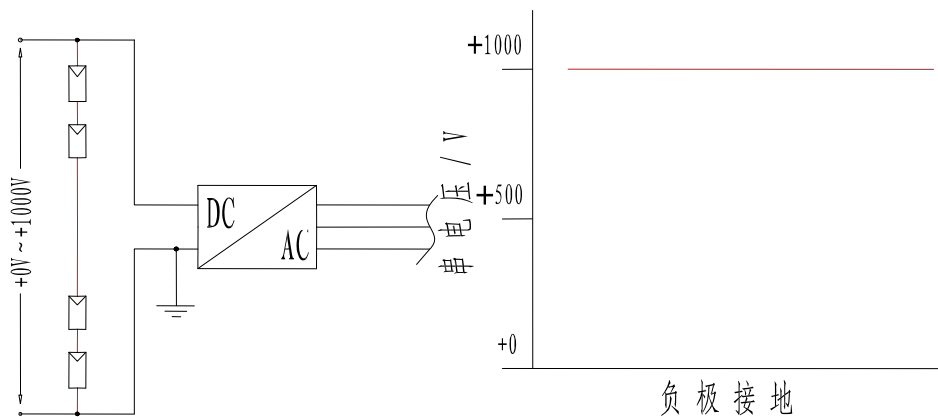

图 14 逆变器接地电势示意图
- ✚ 如果组件使用条件处于高温高湿的环境中, 要求客户配置负极接地的逆变器(如图 14 所示)。必要时, CSUN 推荐采用 Offset Box 或 PID Box 在夜间对组件阵列施加正电压以避免发生 PID 效应。